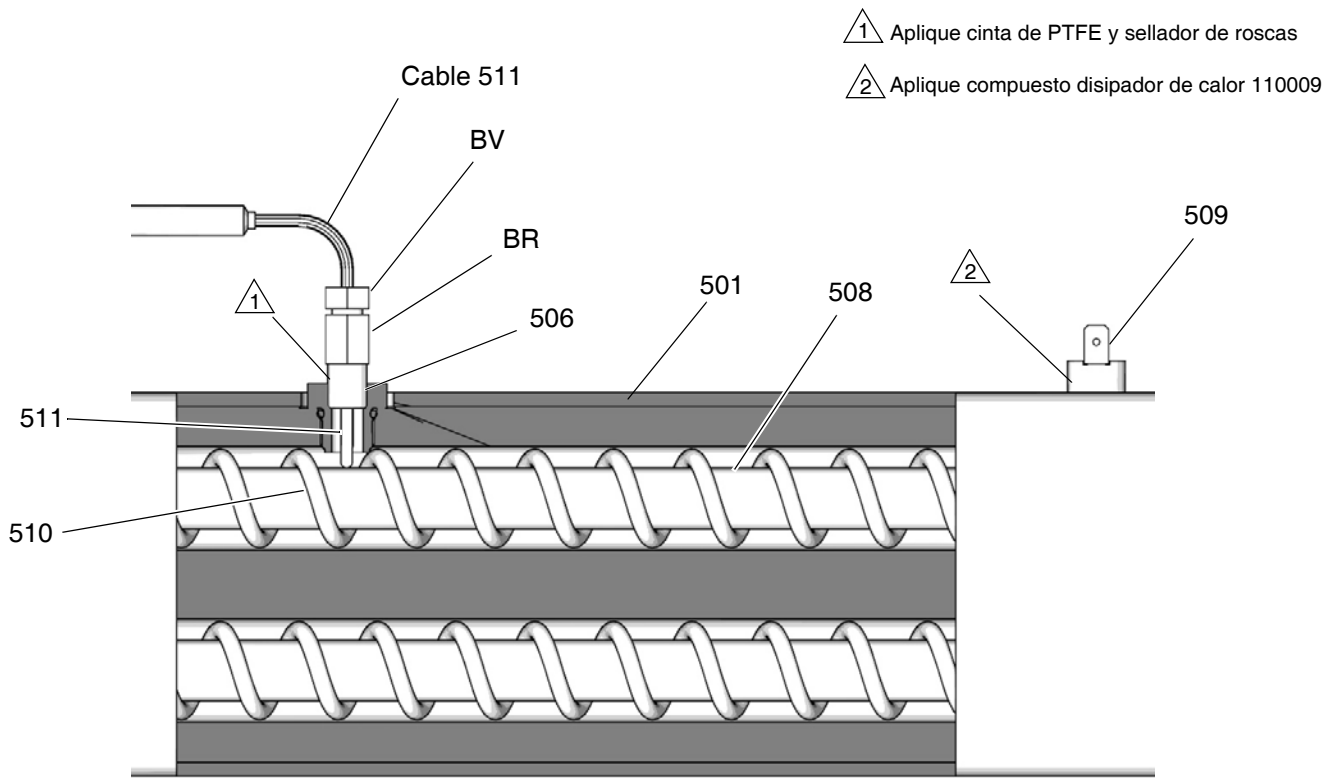

FIG. 69: Termopar
6. Saque los cables del termopar del cuadro eléctrico (C). Observe su recorrido ya que deben volver a colocarse de la misma manera.
7. Consulte FIG. 69. Afloje la tuerca del casquillo (BV). Retire el termopar (511) de la carcasa del calentador (501), y retire después la carcasa del termopar (BR). No desmonte el adaptador del termopar (506) a menos que sea necesario desmontar el mezclador (510). Si es necesario desmontar el adaptador, asegúrese de que el mezclador (510) no esté en medio cuando se esté reemplazando el adaptador.
8. Sustituya el termopar. Consulte FIG. 69.
- a. Retire la cinta de protección de la punta del termopar (511).
- b. Aplique cinta de PTFE y sellador de roscas en las roscas macho y apriete la carcasa del termopar (BR) en el adaptador (506).
- c. Empuje el termopar (511) de forma que la punta haga contacto con el elemento calentador (508).
- d. Sujetando el termopar (511) contra el elemento del calentador, ajuste la tuerca del casquillo (BV) 1/4 de vuelta más después de ajustarla a mano.
9. Enrute los cables del termopar por el interior del cuadro eléctrico (C) y forme un haz como antes. Vuelva a conectar los cables a la tarjeta de circuito impreso.
11. Encienda simultáneamente los calentadores A y B para probarlos. Las temperaturas deben subir a la misma velocidad. Si un calentador está bajo, afloje la tuerca del casquillo (BV) y apriete la carcasa del termopar (BR) para asegurarse de que la punta del termopar (511) haga contacto con el elemento (508).